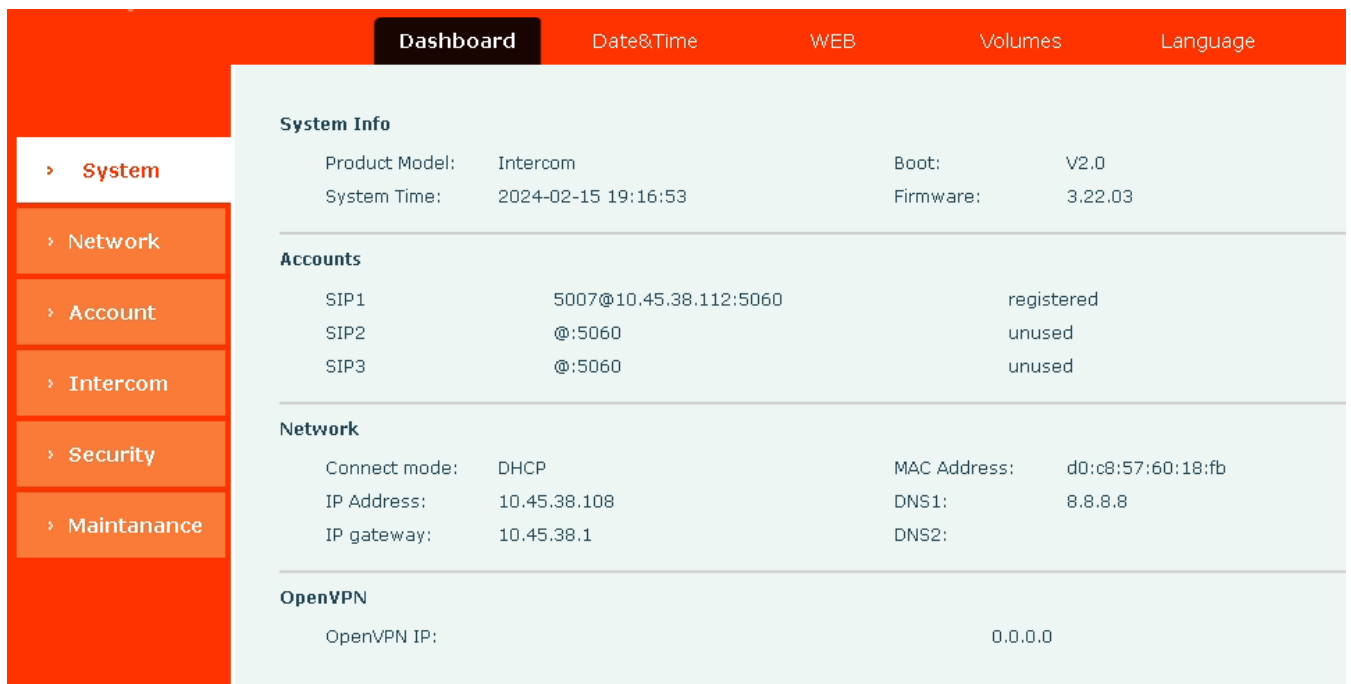

Рисунок 5 – Меню «System / Dashboard»
2.7.3.1 В меню «System / Dashboard» отображается информация о текущем состоянии платы (рисунок 5).